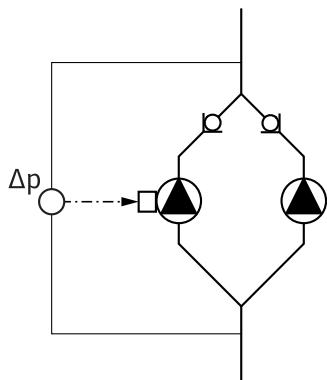

Fig. 13: Exempel, anslutning
- I exemplet i Fig. 13 är masterpumpen den vänstra pumpen i flödesriktningen. På den pumpen ansluts differenstrycksgivaren. Mätpunkterna på masterpumpens differenstrycksgivare måste ligga i samlingsrören på sug- och trycksidan på twillingpumpansläggningen (Fig. 13).